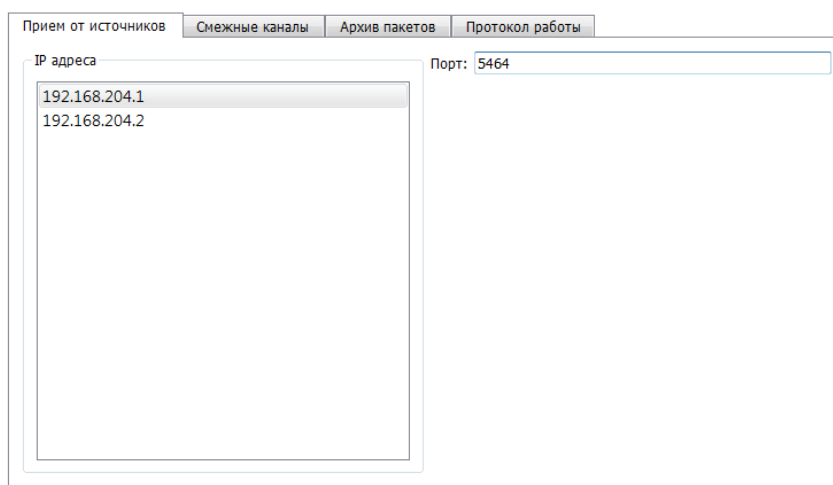

Рисунок 3.21.13 – Вкладка «Прием от источников»
- вкладка «Прием от источников» (рис. 3.21.13), содержащая панель «IP адреса» со списком ip-адресов и поле «Порт» с номером порта;